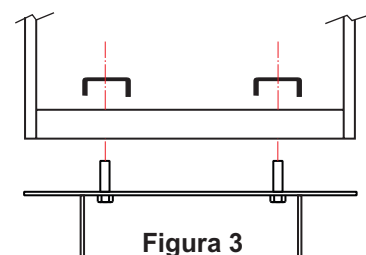

Figura 3
- Colocar los hierros "U" como se muestra en la **figura 3** y ajustar las tuercas.